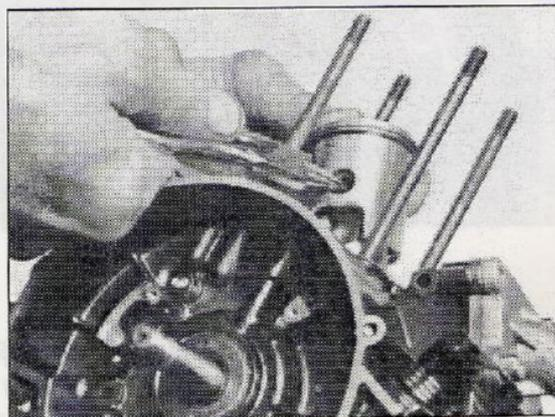
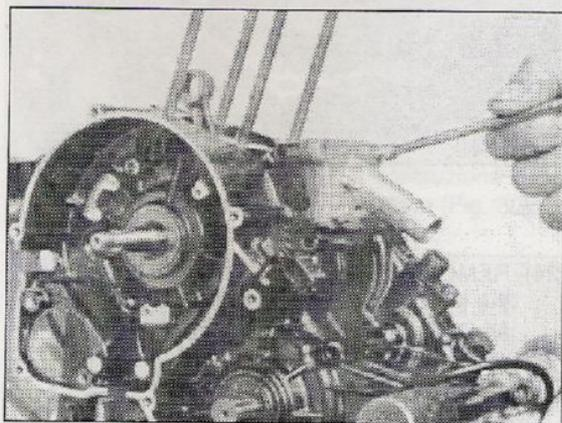

Fig. 18
Fig. 19
19) **TOGLIERE** quindi i 2 anelli di fermo (Fig. 18), sfilare lo spinotto e, qualora si intenda utilizzare uno spinotto a 2 diametri, battere leggermente avendo cura di supportare contemporaneamente dalla parte opposta il pistone in modo da evitare danni alla biella. Togliere il collettore di aspirazione e il pacco lamellare (Fig. 19).
19) **THEN** removed the 2 circlips (Fig. 18), remove the piston pin, commonly found and if a 2 diameter pin is used, knock it gently taking care to apply a counterpressure on the opposite side of the piston to avoid damaging the connecting rod. Remove the suction manifold and the reed valve (Fig. 19).